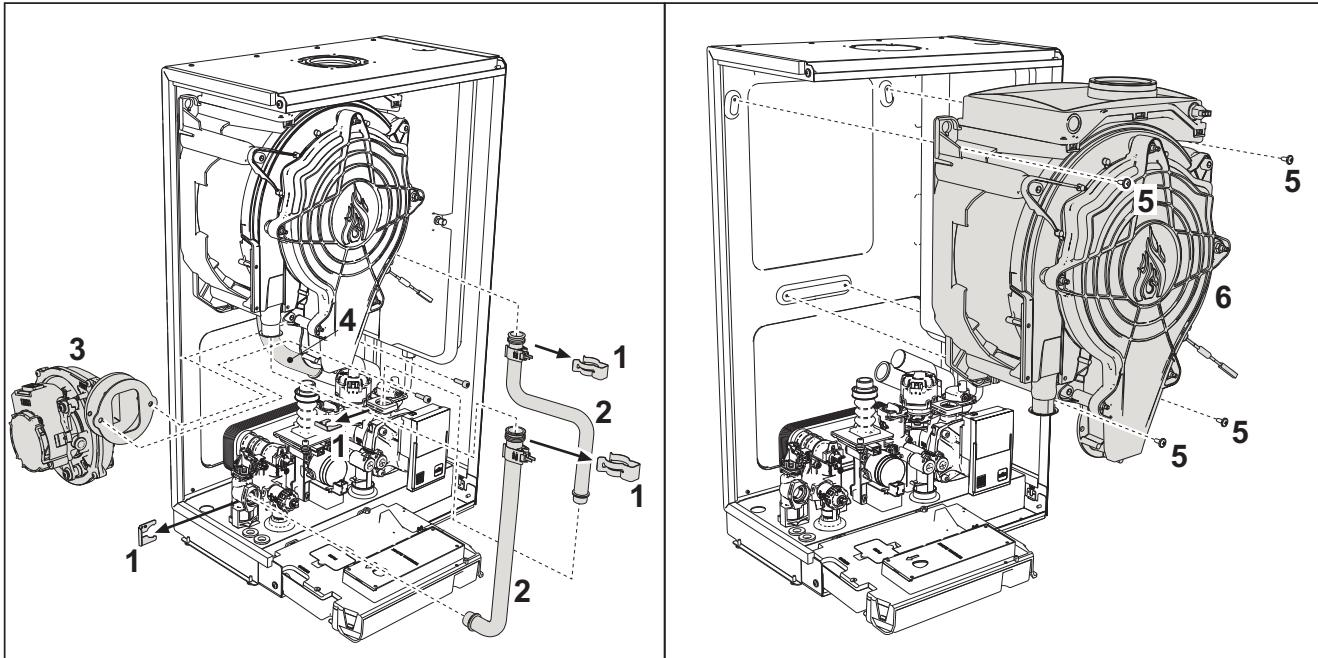

fig. 40 - Scambiatore principale
- Togliere le 2 viti **superiori "5"** di fissaggio scambiatore al telaio (fig. 40)
- Allentare le 2 viti **inferiori "5"** di fissaggio scambiatore al telaio (fig. 40)